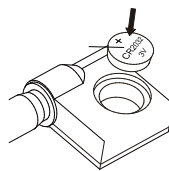

Abb.2
---Legen Sie die CR2032-Batterie in das Batteriefach ein, wobei die positive Seite der Batterie (+) nach außen zeigen sollte (Abb. 2).